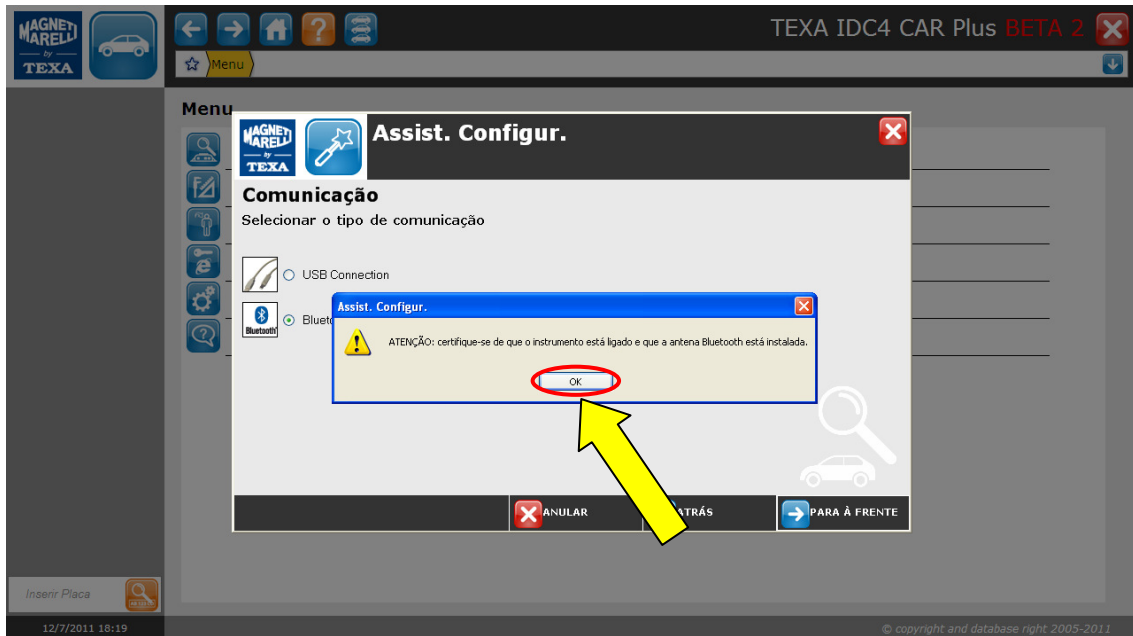

Figura 12 – Confirmação da Alimentação do Equipamento
**NOTA:** Para verificar a correta conexão, observe a luz indicativa do Navigator, esta deve permanecer verde em todo o período de conexão. (Figura 12)